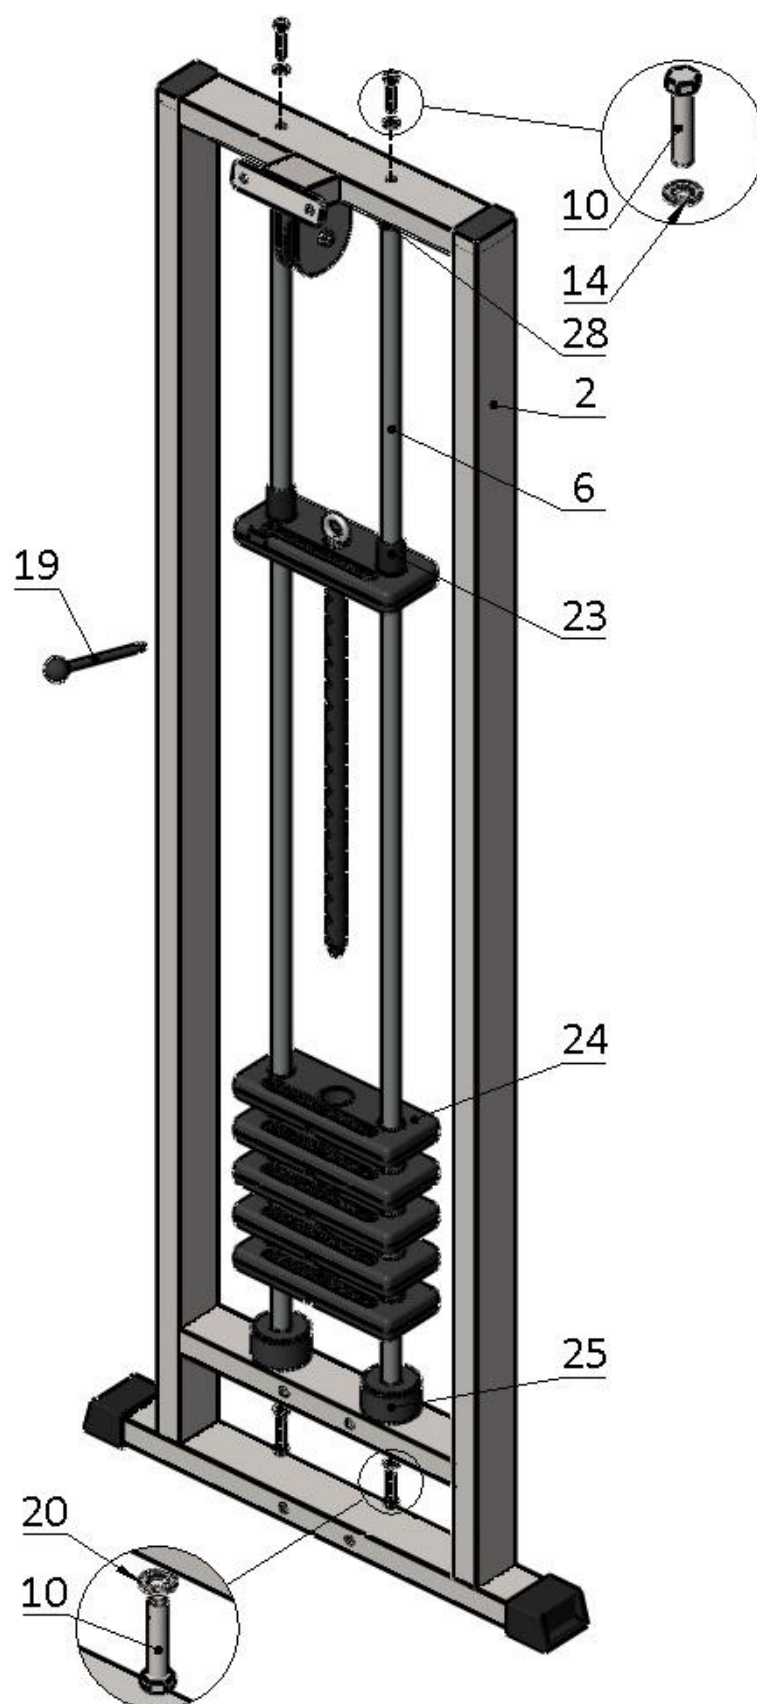

Рис.1
1. К раме грузоблоков (2) прикрутите демпфера (25) комплектом крепежа: болт M10x50 (10), шайба D10 (20); в демпфера (25) вставьте направляющие (6), наклонив направляющие, поочередно наденьте грузоблоки 6 кг – 17 шт. (24); следом наденьте верхний груз с флейтой (23); сверху на направляющие (6) наденьте центрирующие втулки (28). Затем через отверстия в раме (2) вкрутите во втулки (28) комплект крепежа: болт M10x50 (10); шайба D10 (20). При помощи фиксатора (19) установите необходимую Вам нагрузку (рис.1).